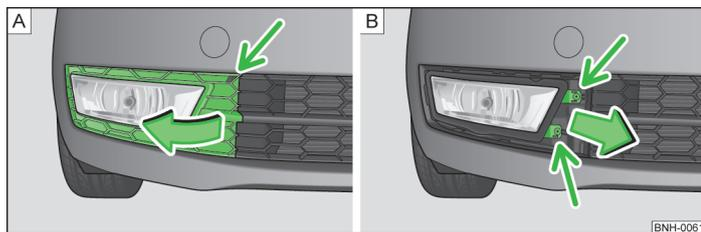

Fig. 130 Pare-chocs avant : Grille de protection/Dépose du phare antibrouillard
- Détachez la grille de protection au niveau de l'emplacement désigné par la flèche » fig. 130 - [A] à l'aide de l'étrier servant au retrait des enjoliveurs intégraux de roue » page 149, *Outillage de bord*.
- Retirer la grille de protection dans le sens de la flèche » fig. 130.
- Dévissez le phare antibrouillard » fig. 130 - [B] à l'aide du tournevis faisant partie de l'outillage de bord.
- Pour remonter le phare antibrouillard, l'insérer dans le sens de la flèche » fig. 130 - [B] et le visser à fond.